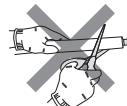

Fig. 1
- Ne coupez pas le tuyau de vidange de l'appareil. (Fig. 1)